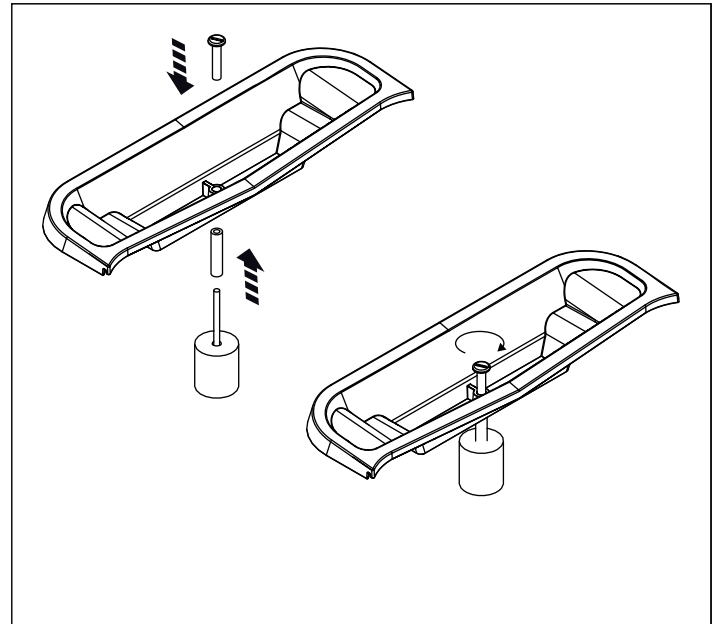

Fig 13: Montera flottören
11. Montera flottören på locket genom att skruva fast den övre skruven i gängorna. Glöm inte distansen på undersidan, (se fig 13).